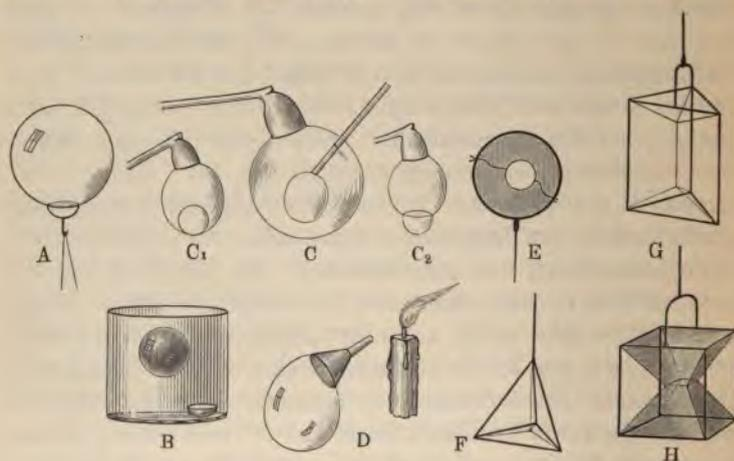

Fig. 35. Allerhand Versuche mit Seifenblasen.
Die Steigkraft derart mit Leuchtgas gefüllter Blasen ist bei einiger Größe so bedeutend, daß sie noch etwas Last mit empor zu nehmen vermögen. Freilich darf sie nicht groß sein und die Befestigungsvorrichtung muß möglichst leicht gehalten werden. Letztere besteht (Fig. 35, A, a. S. 122) aus einem 1 bis 1,5 cm im Durchmesser haltenden Ring von ganz dünnem Kupfer- oder Messingdraht, von dem zwei gegenüberliegende Punkte durch einen womöglich noch dünneren Drahtbügel verbunden sind. Ist der Draht ring vorher gut mit Seifenwasser angefeuchtet, so kann man ihn neben dem (auswärts gerichteten) Seifenkopf behutsam an die Blase setzen, wo er haftet, ohne die Seifenblase zu zerstören. Ein kleines Streifen Papier oder ein winziges Männchen aus demselben Material kann, auf dem Bügel reitend, als Passagier
Um eine Seifenblase auch ohne Gasfüllung schwebend zu erhalten, können wir wie folgt verfahren. Auf den Boden eines großen Weißbierglases (Fig. 35, B) wird ein kleines Schälchen gestellt und mit Marmorbruchstücken gefüllt. Marmorabfall erhält man in jedem Steinmeggeschäft, das sich etwa mit der Anfertigung von Friedhofdenkmälern abgibt, oder auch in Handlungen für chemischen Bedarf, fast umsonst. Dann gießt man in einem kleinen Gläschen zu zehn Teilen Wasser einen Teil Salzsäure — nicht umgekehrt — und schüttet die Mischung über die Marmorstückchen. Sofort beginnt ein ziemlich starkes Kochen und Aufbrausen. Man vermeidet nun, das Weißbierglas dem Luftzug auszusetzen oder gar in dasselbe hineinzublasen, sondern läßt es ruhig stehen, bis das Brausen einigermaßen nachgelassen hat. Dann ist der Versuch so weit vorbereitet, daß man vorsichtig eine nicht zu kleine Seifenblase in das Weißbierglas fallen lassen kann. Diese Seifenblase benimmt sich nun ganz sonderbar. Sie fällt herab fast bis auf den Boden, fährt aber, ohne ihn berührt zu haben, wieder empor, fällt wieder herab, und bleibt schließlich irgendwo im Glase schweben. So, von keinem Lusthauch berührt, entfaltet sie ihre volle Farbenpracht. Wir beobachteten eine bestimmte Stelle und bemerken, daß sie von einem lichtblauen Farbenton in einen grünen, gelben, dann in einen roten und schließlich in einen purpurnen übergeht, um dann mit einem blauen Ton, der jedoch prächtiger und tiefer ist als der erste, die Farbenreihenfolge von neuem wieder zu beginnen. Dabei sinkt die Seifenblase allmählich tiefer herab und zerplatzt meist, ehe sie den Boden erreicht hat.
Ein Glasröhrchen von etwa 25 cm Länge und 3 mm Durchmesser, dessen Mänder rundgeschmolzen sind (Seite 17), wird in ein Wasserglas mit Seifenlösung gestellt, bis es diese an der eingetauchten Oberfläche gut angenommen hat und darauf durch die Haut einer Seifenblase gestoßen, die zu mäßiger Größe vorher mit der gewöhnlichen Tonpfeife aufgeblasen wurde (Fig. 35, C). Man kann nun durch Blasen in das Röhrchen mit Leichtigkeit eine zweite Seifenblase in der ersten erzeugen und durch ein ruckartiges Zurückziehen des Glasröhrchens von diesem befreien. Sie fällt dann auf den Boden der großen Blase, wo sie liegen bleibt wie der Apfel im Korbe (Fig. 35, C1). Ein leichter Ruck an der Tonpfeife und die kleine Seifenblase fällt durch die Wandung der großen hindurch, bleibt aber außen als kleine Gondel hängen (Fig. 35, C2).
genommen ist. Hat die Blase die Größe eines kleinen Apfels erreicht, so bringt man die Öffnung des Trichters vor ein brennendes Licht (Fig. 35, D) und bemerkt dann sofort, daß die Flamme von einem aus der Mündung dringenden Luftstrom zur Seite geblasen wird. Man sieht auch, wie der Luftstrom immer stärker wird, und muß daraus schließen, daß der Druck der Kräfte in der Seifenhaut mit schwindender Oberfläche wächst.
Wir sind gewohnt, die Seifenhaut zur Kugel geformt zu sehen, sie läßt sich aber ebenso gut in alle anderen Formen bringen. Dreht man beispielsweise einen 4 cm im Durchmesser haltenden Ring aus Draht zusammen (Fig. 35, E) und taucht ihn an einem Stiel ganz und gar in Seifenlösung, so zeigt er sich mit einer völlig ebenen Seifenhaut überzogen, die, gegen das Licht betrachtet, klar ist wie eine Fensterscheibe. Im auffallenden Licht erscheinen auf ihr, von oben nach unten wandernd, die Regenbogenfarben. Daß auch diese Haut sich durch Spannung verkleinern will, kann auf überraschende Weise gezeigt werden. Ein Seidenfaden, dessen mittleres Stück doppelt ist, wird etwas locker über den Ring gespannt und mit diesem zugleich in die Seifenlösung getaucht. Er bleibt dann in einer schlaffen Linie auf der sich bildenden Seifenhaut liegen. Stößt man jedoch mit einer trockenen Nadel in die mittlere Schlinge hinein und zerstört hier die Haut, so springt diese zu einem Kreis auf, dessen Rundung und Vollkommenheit gar nichts zu wünschen übrig läßt, d. h. die unverletzte Seifenhaut zieht sich so weit zurück und verkleinert sich so weit, als es eben nur möglich ist (Fig. 35, E).
dann regelmäßige Figuren entstehen, wenn die Drahtkörper regelmäßig gebildet sind. Sie erregen durch die Genauigkeit ihres Baues, durch die Schärfe der Kanten und Winkel Staunen und Bewunderung zugleich. Ist der Drahtkörper eine dreiseitige Pyramide (Fig. 35, F), so laufen von jeder der sechs Kanten Seifenhäutchen nach der Mitte hin. Je drei treffen in einer gemeinsamen Kante zusammen. Bei einem Prisma ist die Gliederung noch reicher, da sich die auf der Grundfläche erhebende flache Pyramide oben, hier natürlich mit abwärts gerichteter Spitze, noch einmal wiederholt und das ganze System daher zwei Knotenpunkte aufweist, in denen die Kanten zusammenlaufen (G). Das reizvollste Gebilde liefert ein Würfel, in dessen Mitte ein Quadrat aus Seifenhaut von acht anderen, schräg nach oben und unten laufenden Häutchen ausgespannt wird (H).